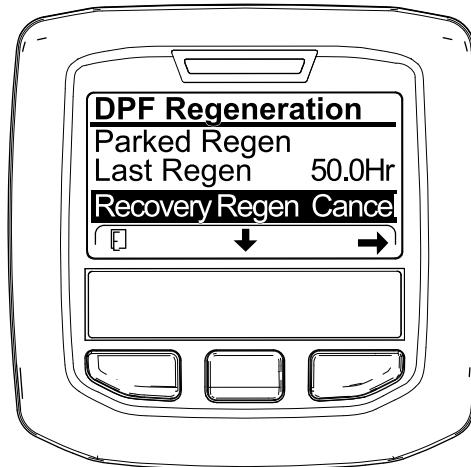
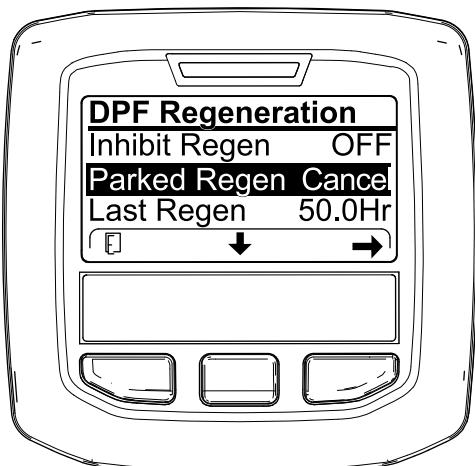

Figure 71
Figure 70
- Ouvrez le menu Régénération du FAP (Figure 70).
- Appuyez sur le bouton central pour naviguer jusqu'à l'option PARKED REGEN CANCEL (Figure 70) ou RECOVERY REGEN CANCEL (Figure 71).
- Appuyez sur le bouton droit pour sélectionner l'option Regen Cancel (Figure 70 ou Figure 71).